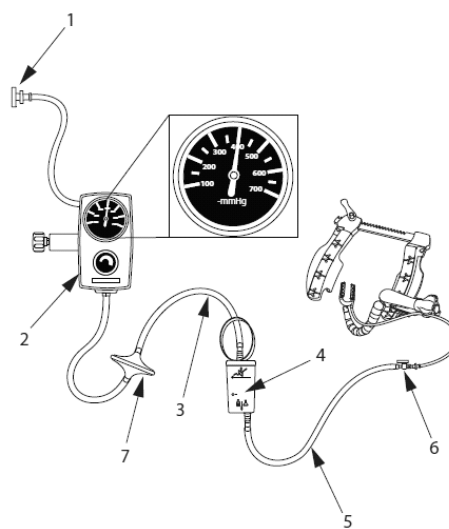

図4: ACROBAT-i スタビライザー接続図
- (8) チュービングセットの三方活栓付きチューブの三方活栓（青）を、スタビライザーの吸引チューブ（青色ルアー付）の青色ルアーコネクタに接続する。三方活栓付きチューブのもう一端を、キャンスター底部の三方活栓付きチューブ接続部に接続する。三方活栓（青）の吸引がオフの位置にあることを確認すること。キャンスター上部に接続したフィルタ付きチューブを、施設の調圧器付吸引源に接続する。吸引圧を -400 mmHg （ -53.3 kPa ）に設定すること。図4に接続図を示す。